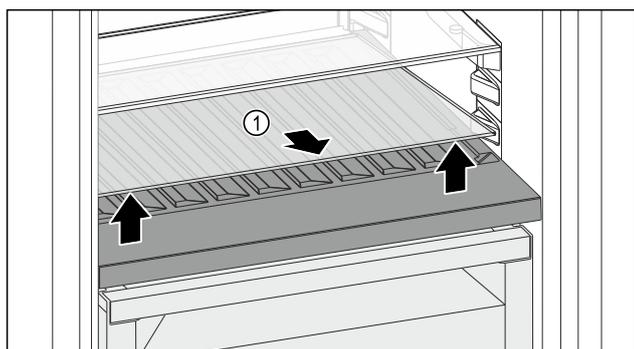

Fig. 122
- ▶ 抬起前部槽上的玻璃隔板 Fig. 122 (1) 并取出。
- ▶ 将玻璃隔板 Fig. 122 (1) 稳妥地放在冰箱外。